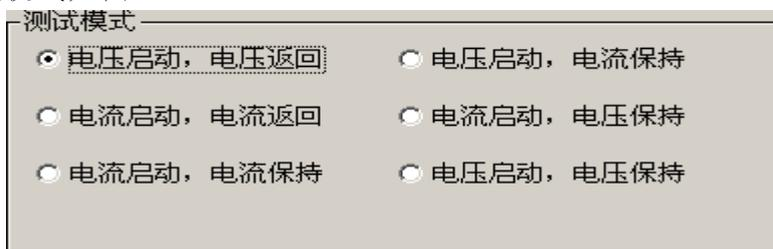

图 3.3.4—2
- 第四步、根据测试对象的工作电源要求，在“图 3.3.4—1”的“输出量”中选择测试仪的输出直流或交流两种。